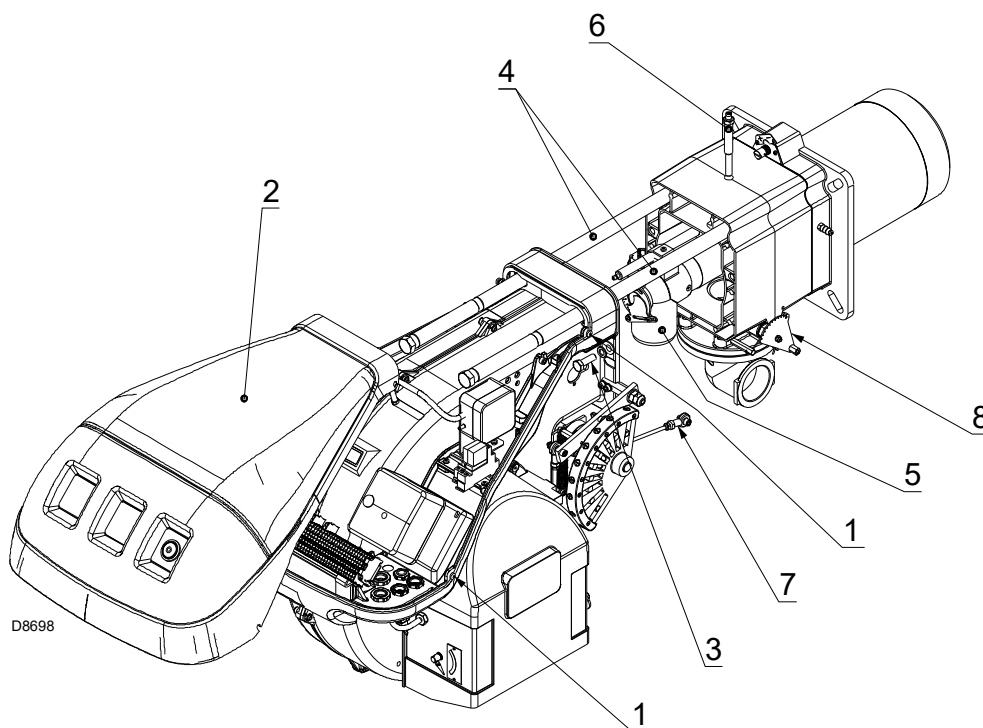

Fig. 35
S'assurer que les trous de sortie de gaz pour la phase d'allumage, présents dans le distributeur de la tête de combustion, soient libres d'impuretés et de dépôts de rouille. En cas de doutes, démonter le coude 5)(Fig. 35, page 32).
- Desserrer les vis 1) et enlever le capot 2)(Fig. 35).
- Remettre le vis 3)(Fig. 35) et tirer délicatement vers l'extérieur les câbles de sonde et d'électrode, jusqu'à les mettre légèrement sous tension.